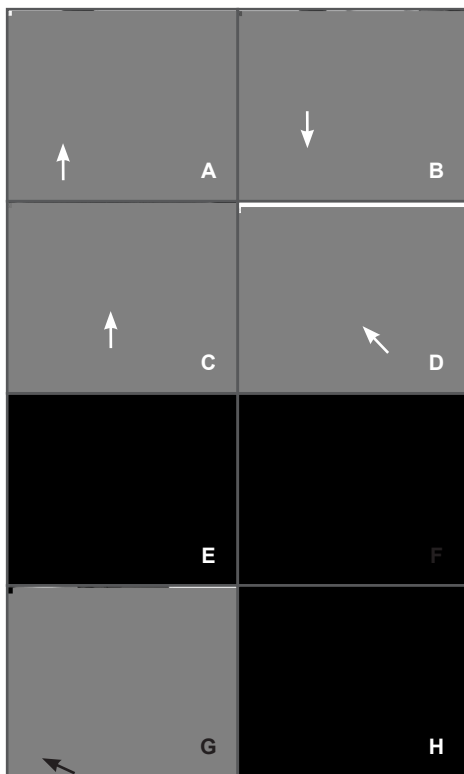

Рис. 7 Расположение органов управления газонокосилкой
3. Закройте воздушную заслонку. Для этого рычаг заслонки поднимите вверх (Рис. 7А).
4. Нажмите на ручной топливный насос 10 раз, до появления в нем топлива. Насос находится в нижней части карбюратора под корпусом воздушного фильтра (Рис. 7С).
5. Выключатель зажигания установите в положение «On» (Рис. 7Н).
При запуске двигателя не нажимайте на рычаг газа (Рис. 7Е). Двигатель заглохнет.
Для включения газонокосилки необходимо нажать на рычаг газа (Рис. 7Е). При увеличении оборотов двигателя происходит срабатывание центробежной муфты сцепления, триммерная головка начнет вращаться.